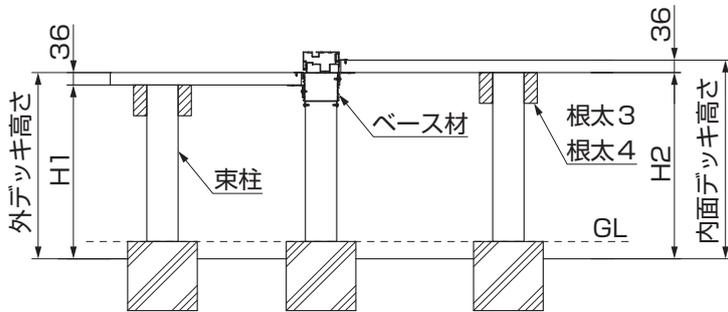
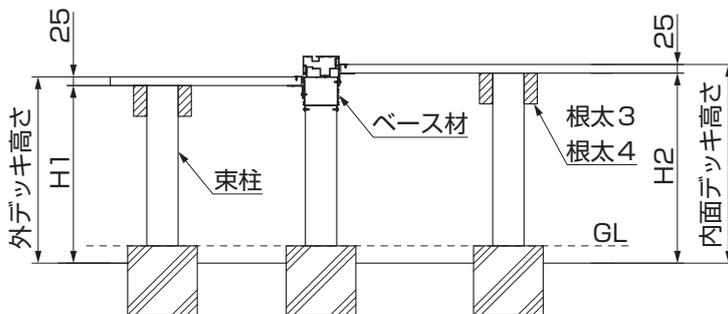

図1-7 ウェスタン・レッドシダーの場合
図1-8 イペセレクトの場合
① 束柱の高さ寸法のH1、H2を出してください。(図1-7、図1-8参照)